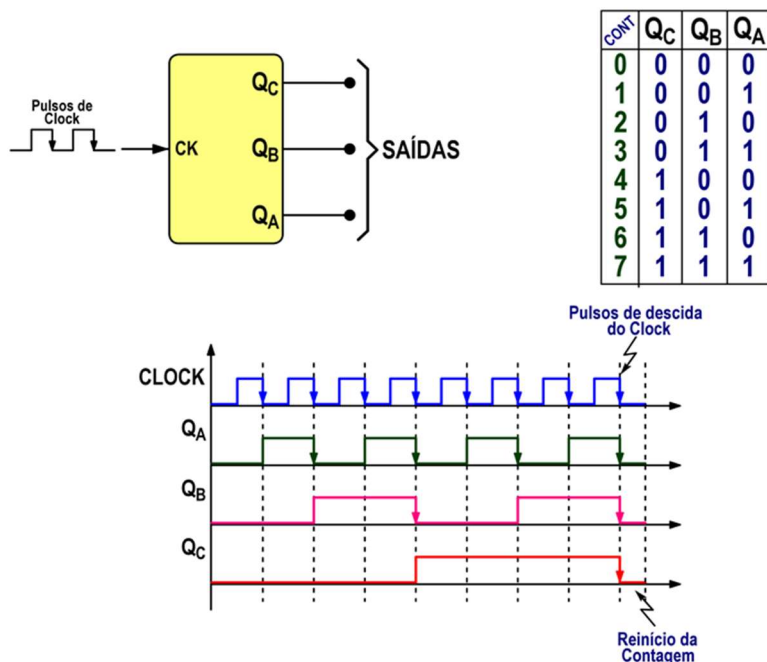

Figura 01 – Bloco contador, sua Tabela Verdade e seu diagrama de tempo
Observe o contador representado por um bloco na figura 01. Podemos notar que este bloco possui uma entrada denominada de **PULSOS DE CLOCK** e três saídas denominadas respectivamente de Q_A , Q_B e Q_C . Vamos supor que este contador seja sensível às transições dos pulsos de clock, por exemplo, às transições de descida desses pulsos, e que inicialmente, as três saídas estejam todas em nível lógico 0, ou seja, $Q_A = 0$, $Q_B = 0$ e $Q_C = 0$. Procure acompanhar a descrição de funcionamento a seguir, utilizando o gráfico apresentado. Na primeira transição de descida do pulso de clock a saída Q_C que estava em 0 passa para nível lógico 1 e as demais permanecem em nível lógico 0 (001). No segundo pulso temos Q_C novamente em 0, Q_B em 1 e Q_A em 0 (010). No terceiro pulso Q_C e Q_B estarão em 1 e Q_A em 0 (011). No quarto pulso Q_C e Q_B estarão em 0 e Q_A em 1 (100). No quinto pulso Q_A e Q_C estarão em 1 e Q_B em 0 (101). No sexto pulso, Q_A e Q_B estarão em 1 e Q_C em 0 (110). No sétimo pulso Q_A , Q_B e Q_C assumirão nível lógico 1. No próximo pulso, todas as saídas retornam ao nível lógico 0 e, a partir da próxima transição de descida do pulso de clock seguinte, o ciclo de contagem recomeça. Podemos resumir toda a sequência da contagem fazendo uma tabela verdade. Pelo exposto acima, podemos tirar várias conclusões. Primeiro: este contador digital está contando em binário (é óbvio, se estamos falando em eletrônica digital, né?), porém, em uma sequência natural e crescente, ou seja, 0, 1, 2, 3, 4, 5, 6, 7, ...0, 1, ... Segundo: temos 8 combinações binárias possíveis presentes nas saídas do contador.
*Professor de Eletroeletrônica formado pela FABES - Liceu de Artes e Ofícios (RJ) e Técnico em Eletrônica.